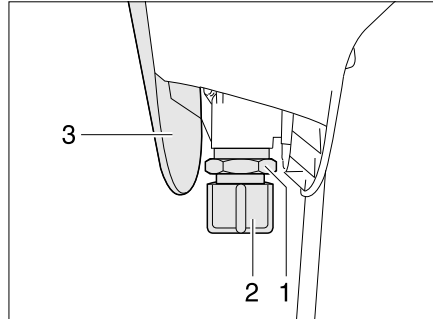

Bild 250 Ventil Vakuum-Toilette
- Abdeckung (Bild 250,3) entfernen.
- Verschlusskappe (Bild 250,2) abschrauben.
- Geeignetes Gefäß unter das Ventil (Bild 250,1) stellen.